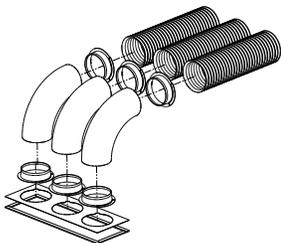

Figure 7
3. Installez les adaptateurs de conduits dans chaque ouverture, consultez la figure 7.